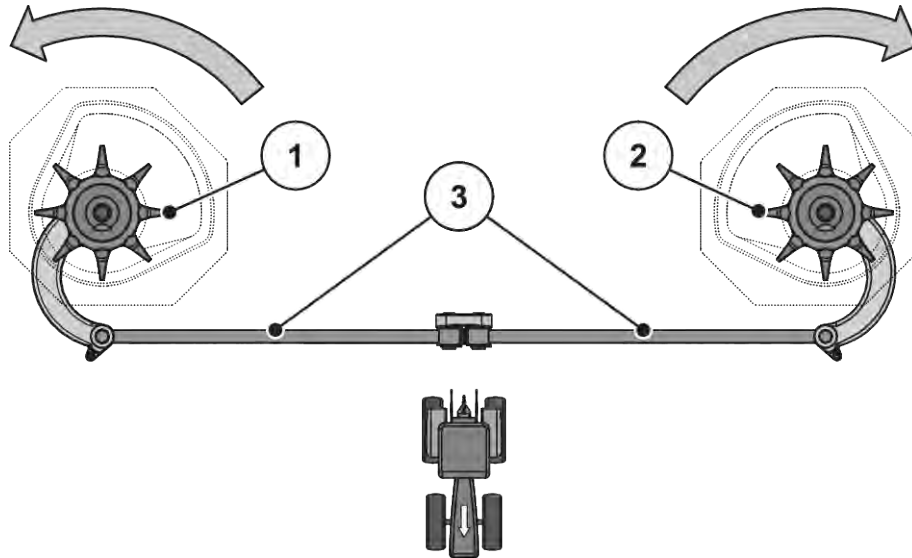

Fig. 61: Kontrollere røreverksdrev
- Drei blandehodet for hånd **i retningen til spredeskiven**. Se Fig. 61 Kontrollere røreverksdrev.
- Drei rørehodet for hånd eller ved hjelp av et oljefilterbånd kraftig **mot dreieretningen til spredeskiven**. Se Fig. 61 Kontrollere røreverksdrev